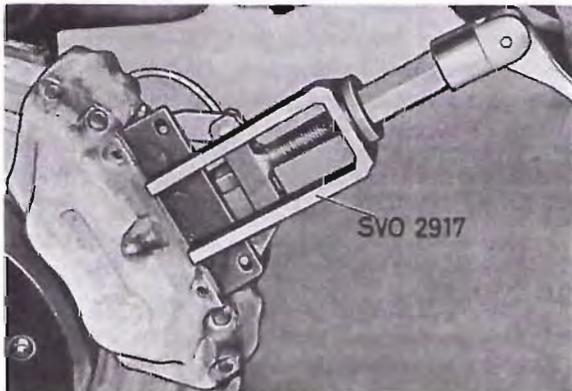

Abb. 18 Ausbau des Bremsklötzes
3. Die haarnadelförmigen Splintsicherungen der Führungsstifte entfernen. Einen der Sicherungsstifte herausziehen und die Dämpffedern so lange zurückhalten. Dämpffedern zusammen mit dem zweiten Sicherungsstift ausbauen. Bremsklötze mit dem Werkzeug 999 2917 herausziehen, siehe Abb. 18.
1. Haarnadelförmige Splintsicherungen der Sicherungstifte entfernen. Zuerst einen Sicherungstift herausziehen und die Dämpffedern solange zurückhalten. Diese zusammen mit dem zweiten Sicherungstift ausbauen. Bremsklötze mit Spezialwerkzeug herausziehen, vgl. Abb. 18.